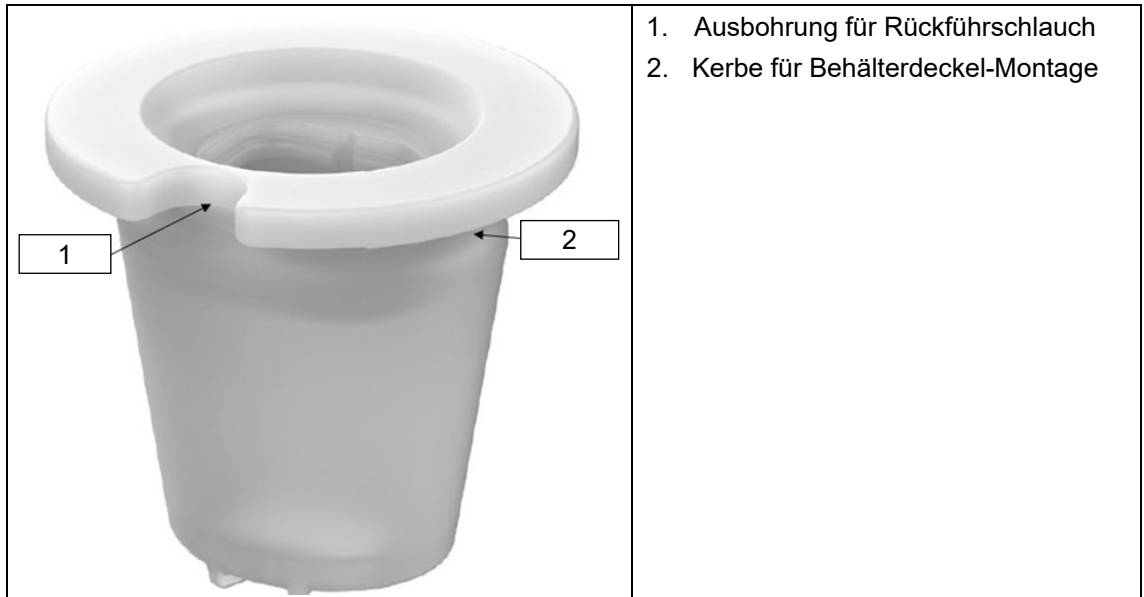

Abbildung 7
Danach kann die eloLance direkt in den Behälter gestellt und mit dem Klemm-Konus (Abbildung 7) fixiert werden. Bei größeren Behälteröffnungen kann der Behälterdeckel mit einer Bohrung im Durchmesser  $\varnothing 30+1$  mm versehen werden. Die Kerbe im Klemm-Konus (Abbildung 7, Pos 2) dient dabei zur Stabilisierung der eloLance im Behälter und kann zusammen mit dem Behälterdeckel auf dem Behälter verschraubt werden. (Siehe Kapitel 5.4.4 Montage Behälterdeckel auf Klemm-Konus).
Der Klemm-Konus (Abbildung 7) ist multifunktional gestaltet und kann in Kombination mit einem herkömmlichen Behälterdeckel zur Montage der eloLance verwendet werden.
- ▶ Klemm-Konus festhalten und Behälterdeckel aufschieben, bis dieser in der umlaufenden Kerbe (Abbildung 7, Pos 2) des Klemm-Konus sicher sitzt.
- *Die Ausbohrung am Klemm-Konus (Abbildung 7, Pos 1) dient dabei als Schlauchdurchführung.*
Voraussetzung: Montierter Behälterdeckel auf Klemm-Konus (Abbildung 7).